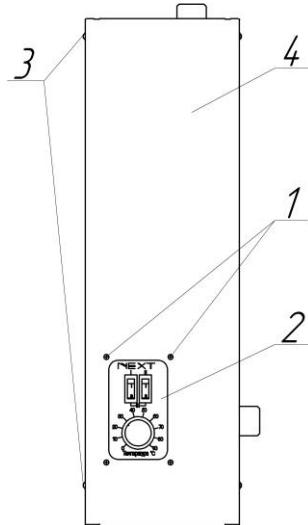

Рисунок 1
4.2 Для подключения прибора и ремонтно-профилактических работ необходимо снять кожух согласно рис.1. *Внимание!* Производить работы разрешается только при отключенном внешнем автоматическом выключателе! Для этого следует отвернуть самонарезающие винты 1 на лицевой стороне прибора, оставить панель управления 2 во внутреннем объёме прибора. После этого отвернуть самонарезающие винты 3 с боковых поверхностей кожуха 4 и снять кожух.